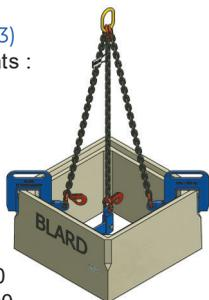

figure 3
3.1.1 Utilisation à 2 pinces (figure 3)